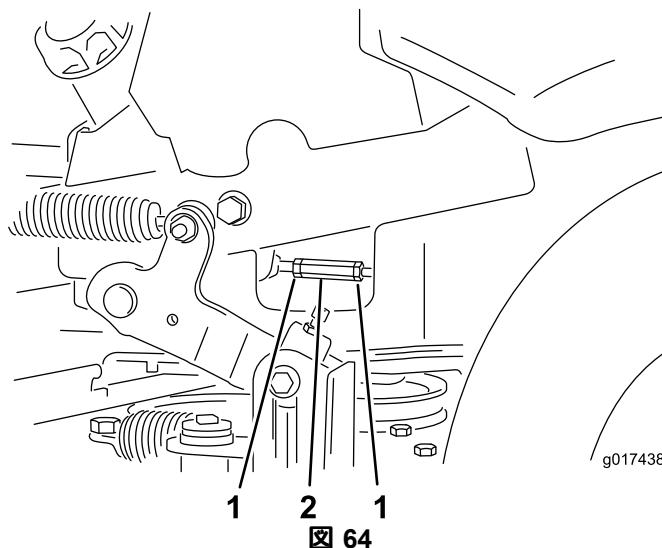

図 64
7. 走行コントロールレバーをニュートラル位置にセットする。ポンプコントロールロッドの2つのジャムナットをゆるめ、調整ナットを回転させて、車輪が後退方向にわずかにクリープするように調整する図 64。走行コントロールレバーを後退位置にセットし、レバーを軽く押しつつ、後退インジケータのスプリングの力を使ってレバーをニュートラル位置に戻す。この状態で車輪の回転が停止、またはわずかに後退側にクリープしていればよい。
8. ジャムナットを2つとも締めて調整を固定する図 64。